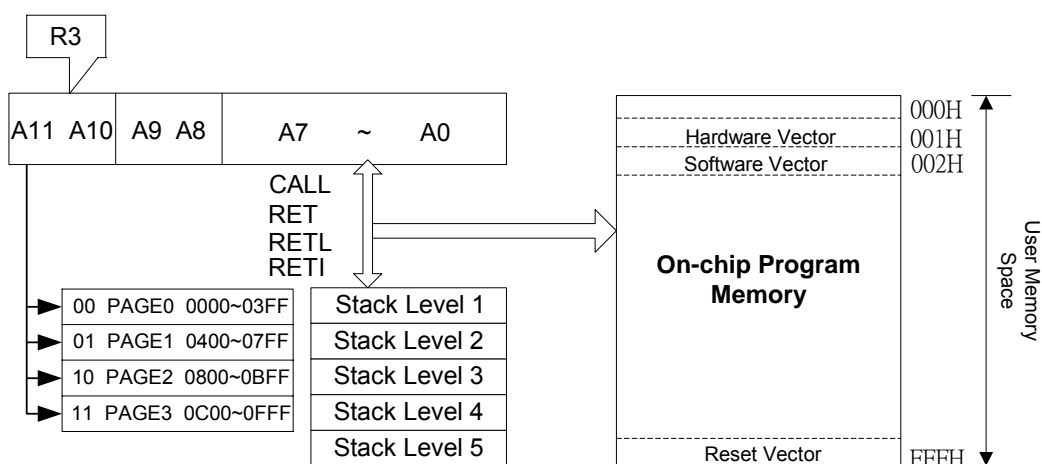

图3 程序计数器结构图
- 根据控制器的类型，R2和硬件堆栈为10位宽。参见图3所示的程序计数器结构图。